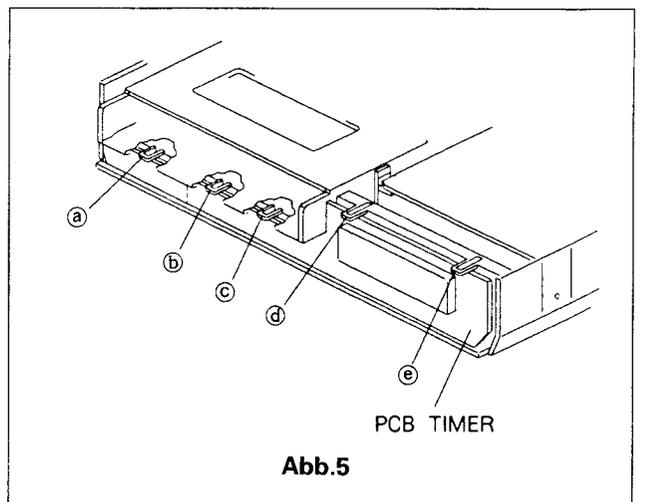

Abb.5
- B. Lösen Sie die 5 Klammern (a) ~ (e) und entfernen Sie die Timerplatten wie in Abb.5.